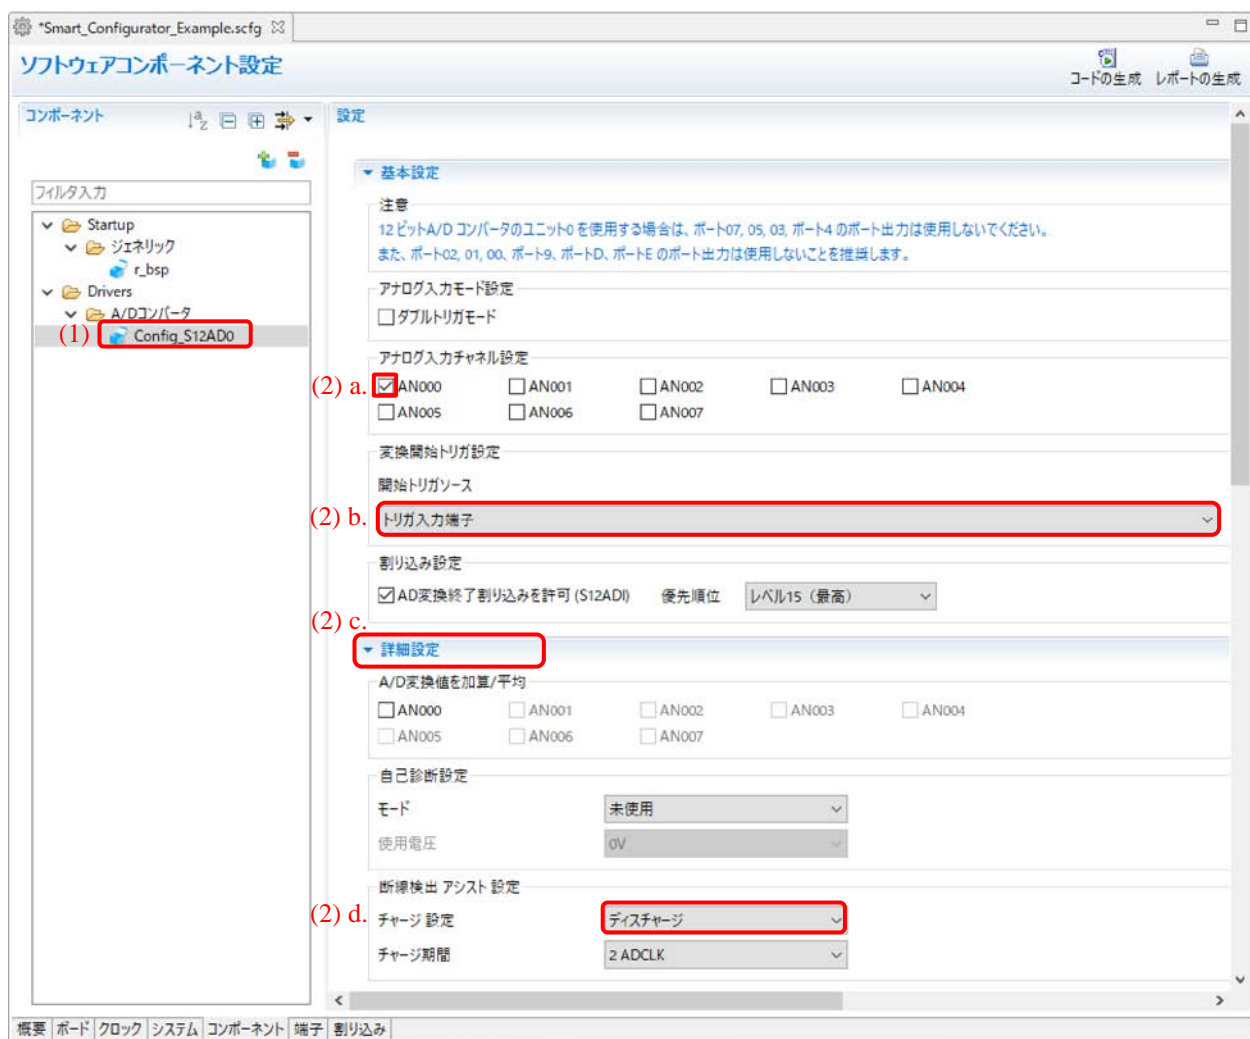

図 4-17 コンポーネントのコンフィグレーション設定
- (1) コンポーネントツリーにある コンポーネントをクリックします。(例 : Config_S12AD0)
- (2) 右側の設定パネルでドライバを設定します。図 4-17 は例です。